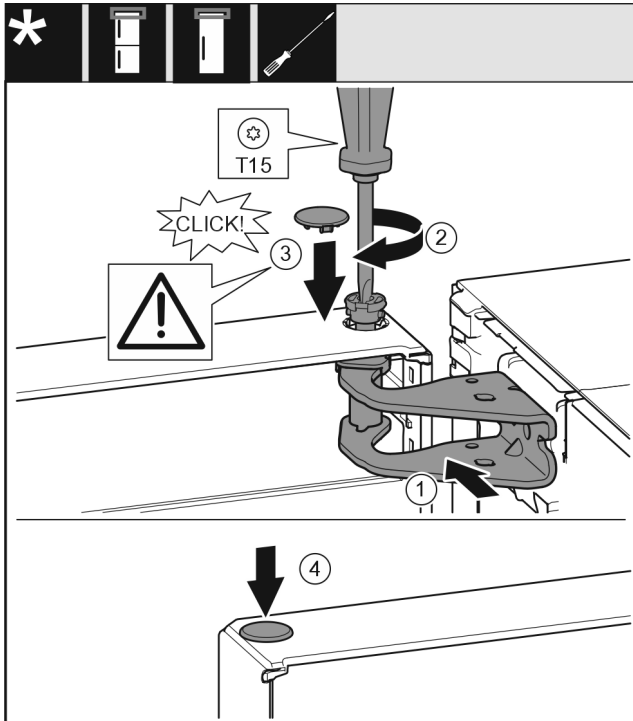

Fig. 34
- Tür oben zur Öffnung im Lagerbock Fig. 34 (1) ausrichten.
- Bolzen Fig. 34 (2) einsetzen und mit Schraubendreher festschrauben.
- Abdeckung Fig. 34 (3) einsetzen.
- Kontrollieren, dass die Abdeckung Fig. 34 (3) auf der Tür aufliegt.
- Abdeckung Fig. 34 (4) einsetzen.